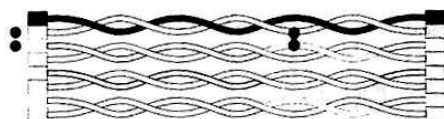

Рис.1
2. «SHORT (замыкание)»: обнаружено короткое замыкание между жилами (см. рис. 1).